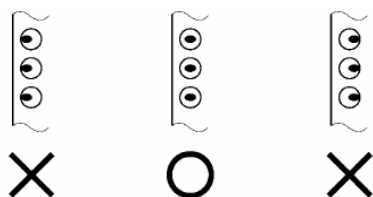

图 7
- 7) 如图7所示，对齐两边纸孔装上打印纸，注意：只有中间标有“○”的一个是正确的。合上送纸罩，再次检查打印纸孔是否对准链齿，如果没有对准，在走纸时可能会导致打印纸撕开或卡住。